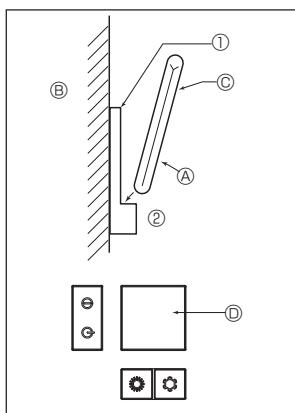
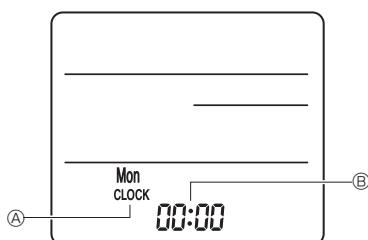

Fig. 7-9
Fig. 7-10
2) Kurulum şekli (Fig. 7-9)
- ① Uzaktan kumanda yuvasını 2 kılavuz civata kullanarak istenilen yere takın.
- ② Kumandanın alt ucunu yuvarın içine yerleştirin.
- ③ Uzaktan kumanda ② Duvar ③ Ekran paneli ④ Alıcı
3) Ayar (Saat ayarı) (Fig. 7-10)
- ① Pilleri takın veya ucu sıvırı bir nesne kullanarak ④ CLOCK düğmesine basın.